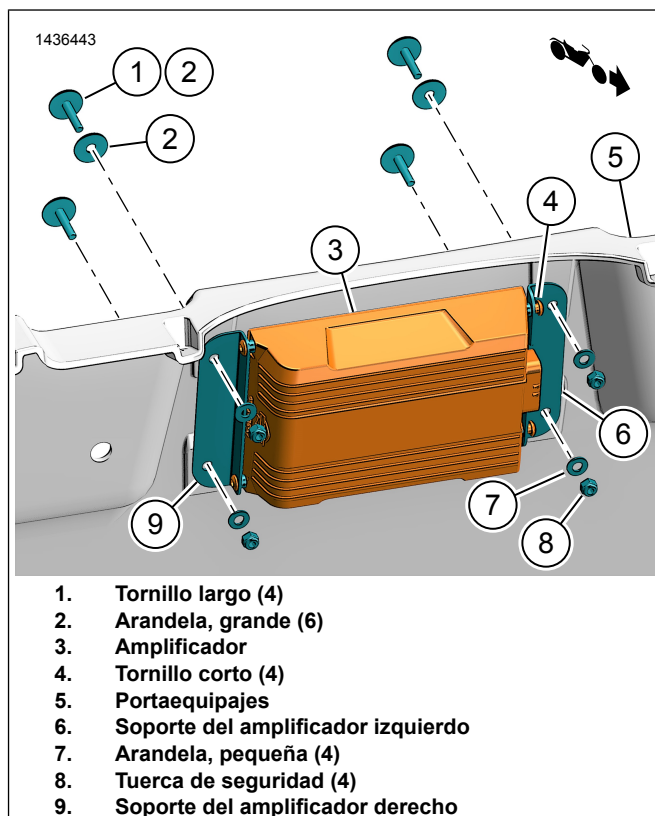

Figura 2. Soportes de montaje del amplificador
1. Vea la Figura 2. Instale soportes de montaje del amplificador.
- a. Instale soportes (6, 9) en el amplificador (3).
- b. Instale los tornillos (4). Ajuste.
Vea la Figura 2. Instale el amplificador con soportes.